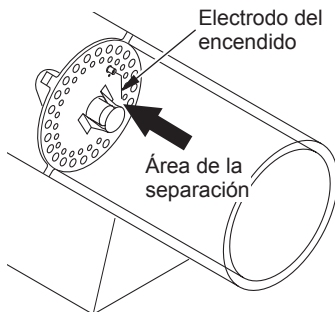

Figura 12 - Distancia mínima entre el electrodo del encendido y la placa de fijación
7. Ajuste la distancia entre el electrodo del encendido y la placa de fijación a 4.3 mm (0.17 pulgadas) (consulte la figura 12).